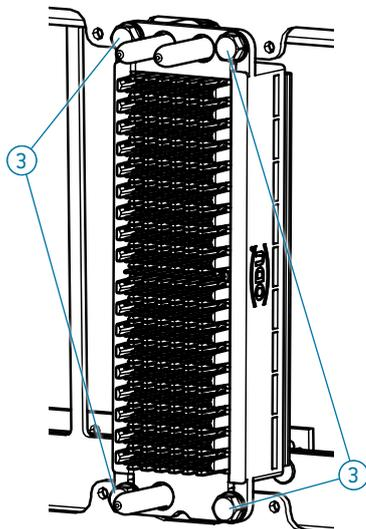

Abb. 59
- ▶ Richten Sie den Steckverbinder so aus, dass die Führungsstifte (4) (5) in Steckrichtung zeigen.
- ▶ Positionieren Sie die Seite mit den zwei Führungsstiften (4) nach oben. Beachten Sie dabei die Steckplatzbeschriftung oben.
- ▶ Richten Sie die Bohrungen des Steckverbinders (7) über den Gewindebohrungen des Adapters (ITA) (6) aus.
- ▶ Befestigen Sie den Steckverbinder mit den vier Schrauben (3). Beachten Sie dabei das angegebene Anzugsdrehmoment.
- ▶ Der Steckverbinder (1) muss nach der Montage schwimmend gelagert sein [Abb. 59].